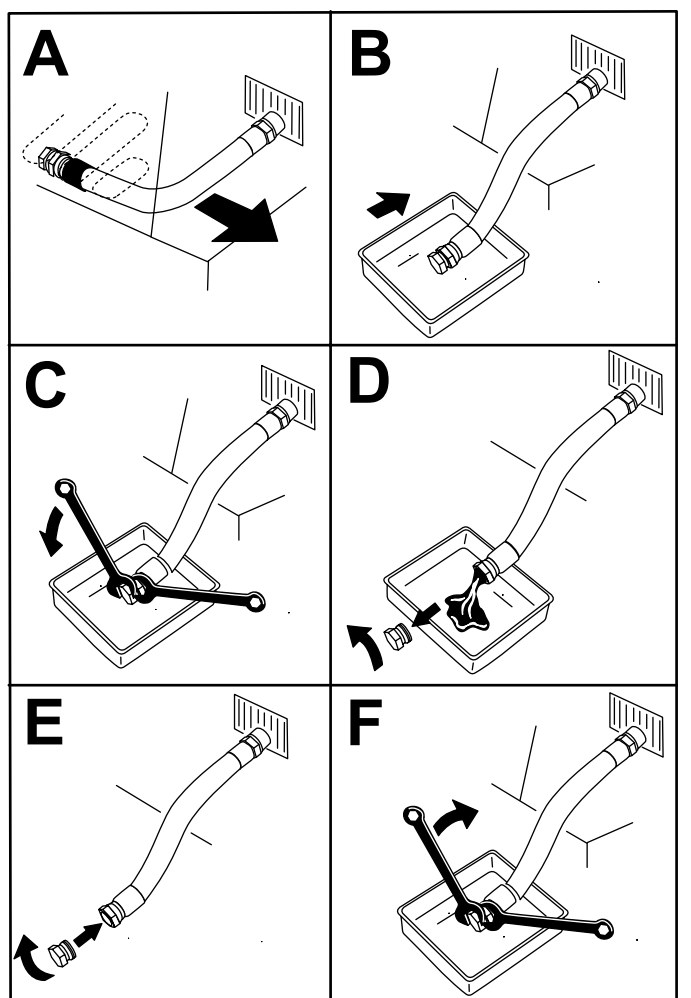

Figure 47
3. Vidangez l'huile moteur (Figure 47).